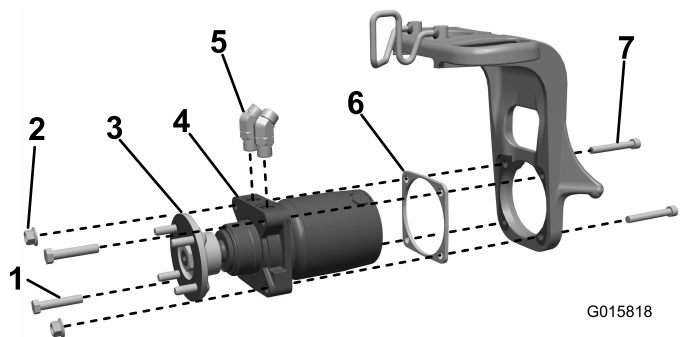

Bild 3
1. Montieren Sie die 45-Grad-Hydraulik-Anschlussstücke am Radmotor und richten Sie diese ungefähr wie in Bild 3 dargestellt aus. Lassen Sie die Anschlussstücke lose.